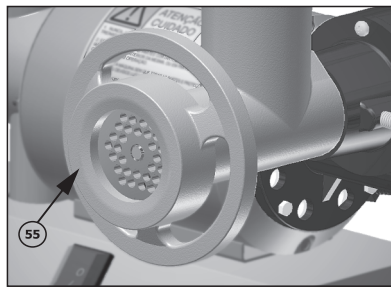

Figura 6
- Em seguida coloque e rosqueie o volante do moedor (55) até encostar no disco para moer conforme *figura 6*. Não há necessidade de aperto, apenas encoste.